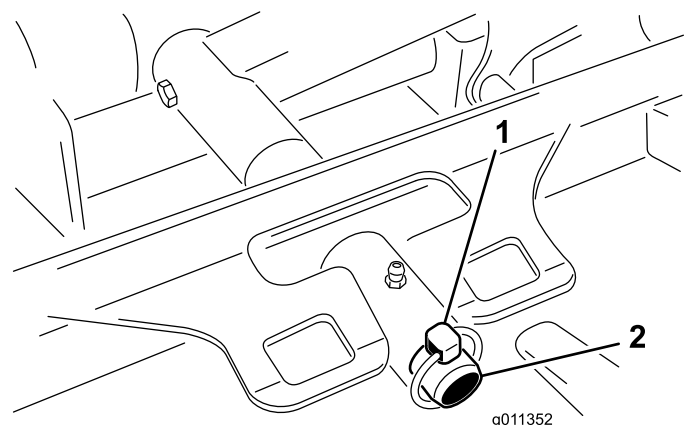

Figura 98
3. Retire o pino de sujeição (para máquinas Groundsmaster 4500) ou porca de bloqueio (para máquinas Groundsmater 4700) que fixa a estrutura de suporte da plataforma ao pino da articulação do braço de elevação (Figura 98).
2. Deslize a estrutura de suporte da plataforma até que esta fique sobre o pino da articulação do braço de elevação (Figura 98). Prenda a plataforma ao pino com o pino de sujeição (para máquinas Groundsmaster 4500) ou a porca de retenção (para máquinas Groundsmaster 4700).